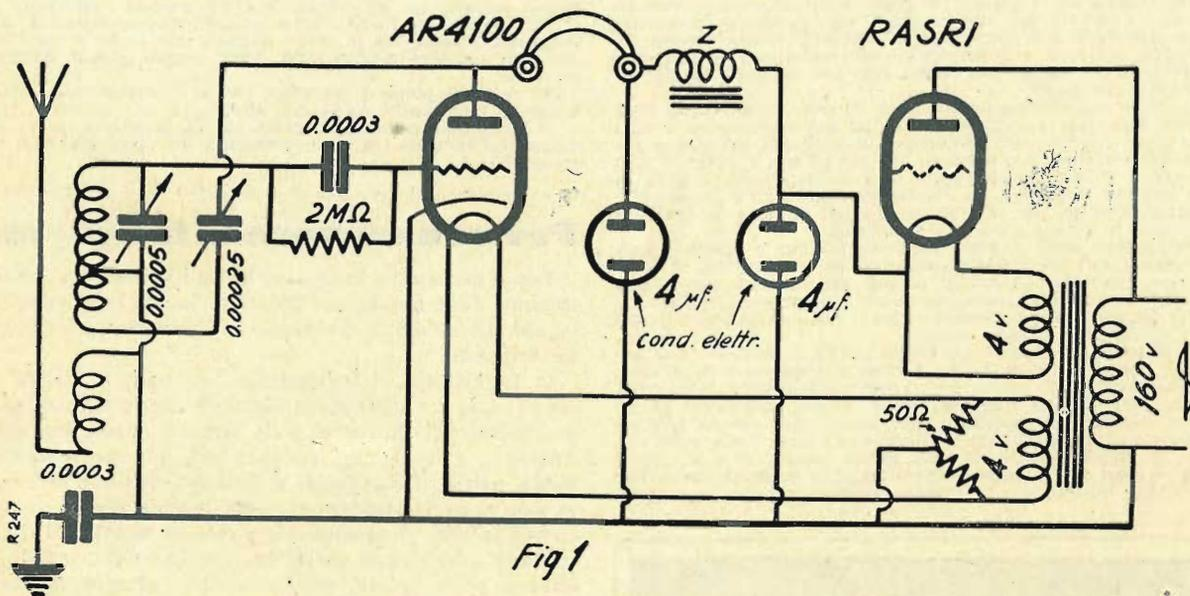

Fig. 1
gano originario. Rumori cupi alla manovra del controllo di volume verso il massimo, rumori acuti dell'altoparlante su determinate frequenze dimostrano che l'impedenza primaria non è adatta. In questo caso si ricorra a qualche astuzia che valga, se non ad evitare, almeno ad attenuare il difetto: si potrà collocare, per es., in parallelo sul primario un condensatore fisso di valore determinato (dell'ordine di 250 fino a 2000 mmf.); si potrà collocare in serie nel circuito di placca precedente al trasformatore (1) una resistenza di 10 a 50.000 ohms (fig. 1); si potrà pure prevedere un arresto dell'alta frequenza nella placca di questa
Il circuito, come si vede da fig. 1, comporta un trasformatore di alimentazione,